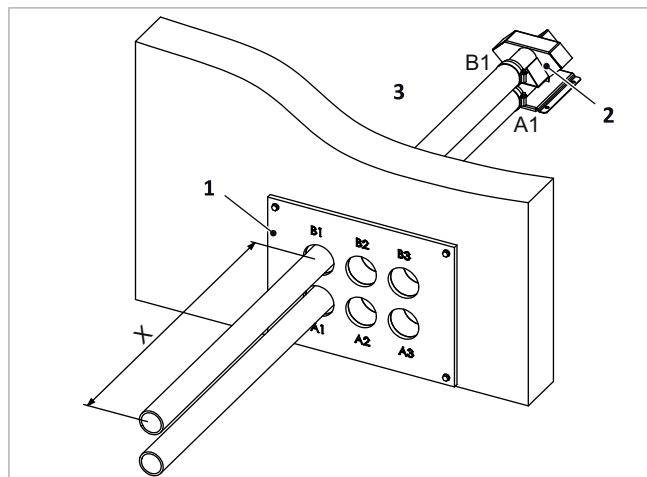

Abb. 35: Schlauch außerhalb des Lagerraums ablängen
- Schlauch durch Brandschott bei Öffnung „A1“ durchstecken und im Lagerraum bis zur 1. Sonde sauber verlegen (minimaler Biegeradius 30 cm), siehe → Abb. 35.